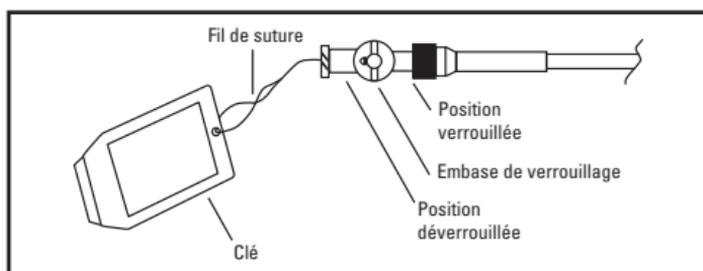

Figure 1. Mécanisme de verrouillage de la suture
- Pour immobiliser la boucle, tirer légèrement sur le fil de suture jusqu'à ce qu'une résistance se fasse sentir. Tout en tenant le fil de suture, tourner l'embase de verrouillage dans le sens des aiguilles d'une montre de 180° exactement avec la « clé » (la flèche doit maintenant pointer vers « Lock »). Ceci permet de verrouiller la boucle en position tout en laissant la lumière ouverte pour le drainage. Voir la figure 1.